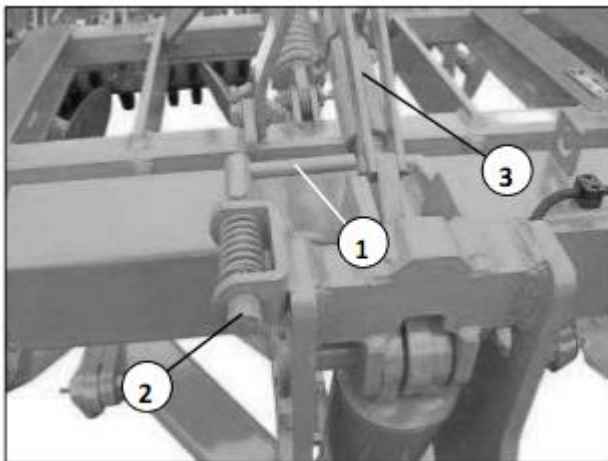

Рис. 5.8
– Убедитесь, что соответствующая рукоятка (1) стопорного пальца (2) расположена горизонтально и направлена в сторону верхней тяги (3). – рис. 5.8
– Удерживайте устройство управления в положении складывания до тех пор, пока рабочие секции полностью не сложатся и пока не зафиксируются стопорные пальцы (2).
Стопорные пальцы (2) считаются зафиксированными, если нижний край стопорного пальца (2) вошел в углубление (4), а рукоятка (1) повернута назад – рис.5.8, 5.9.